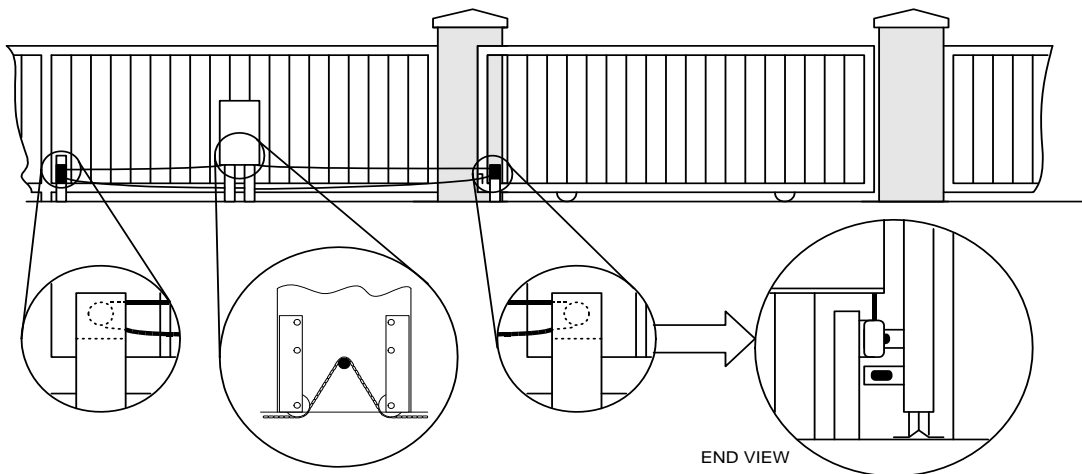

Figura 21
1. Instale una guía sin fin (p/n 2600-818) en cada extremo de apertura de la puerta (figura 21). Note que la puerta encamine entre la cerca y la cadena en este tipo de instalación. **¡¡IMPORTANTE!! Asegúrese que la ensambladura de la rueda guía / poste esté firmemente sujeta.**
3. Encamine la cadena a través del operador: debajo la rueda guía de la cadena y por encima de la rueda dentada (Figura 21), y después alrededor de la ensambladura de la rueda guía.